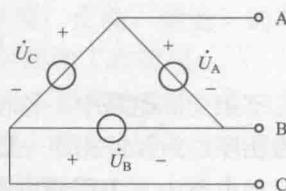

图 1-19 三相电源三角形连接方式
(2) 三角形连接的三相电源。三相电源的三角形连接方式。在三角形连接中，线电压与相电压相等，相电流为线电流的 $\sqrt{3}$ 倍。将三个电源的首尾端依次连接，三个连接点作为三相电源输出点，引出三根火线，这就构成了三相三线的接线方式。在输配电线路中，或者在纯动力负荷的情况下，由于各相电流是对称的，所以一般采用三相三线制供电方式，但此种接法如一相接反，将造成严重后果。三相电源三角形连接方式如图 1-19 所示。